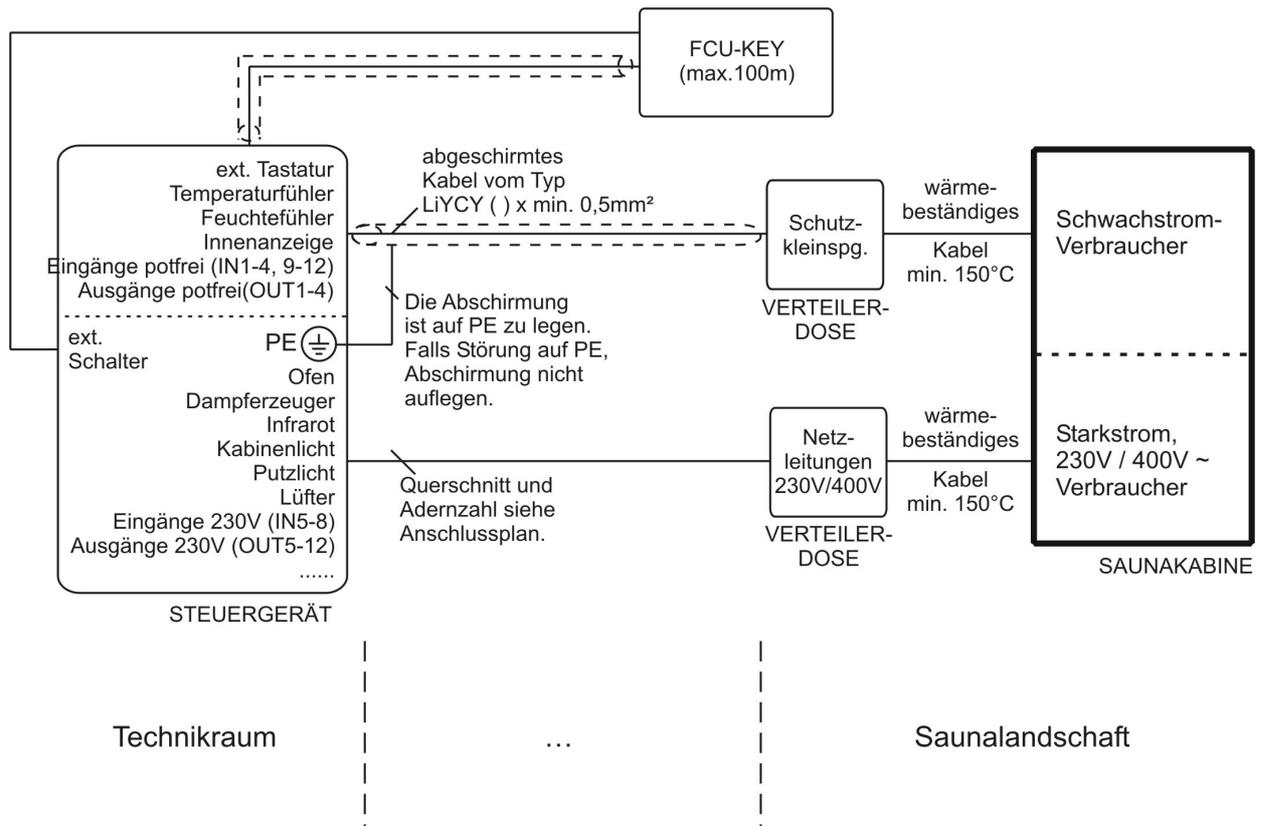

Abb. 5: Verkabelung bei Montage des Saunateuergerätes nicht direkt an der Kabinenaußenwand
- Je eine Verteilerdose für die Signalleitungen und für die Netzleitungen gemäß Abb. 5 setzen.